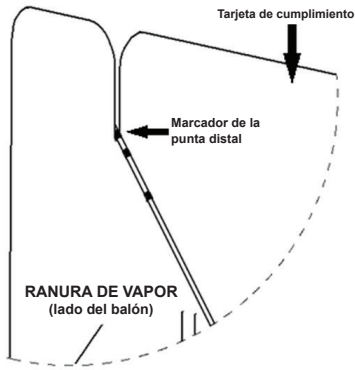

Figura 2 Configuración recta
4. Coloque la banda marcadora de la punta distal en la parte inferior y dentro de la ranura de vapor. (consulte la figura 2)